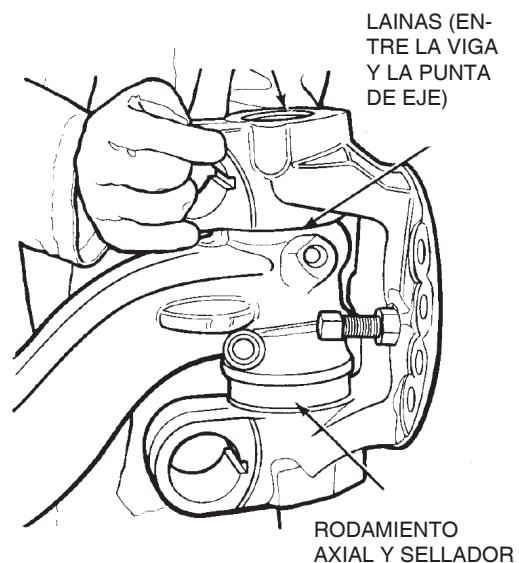

Figura 47
8. Retire la punta de eje de la viga. Retire las laines (si hay), el rodamiento axial y el sellador entre la viga y la punta de eje. Figura 47.